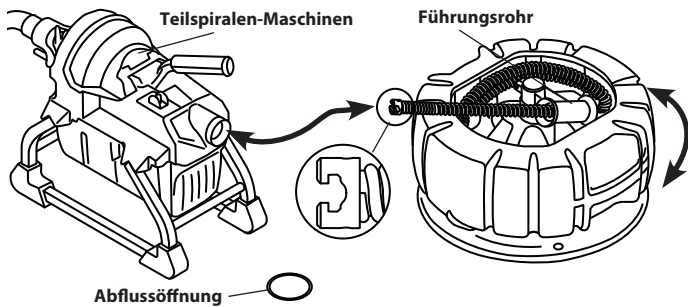

Abbildung 4 – Benutzung des Spiralenträgers
2. Platzieren Sie die Trommel in der Nähe des Abflussreinigers, um problemlosen Zugang zum Einlegen und Entnehmen der Teilspiralen zu gewährleisten, siehe Abbildung 4.